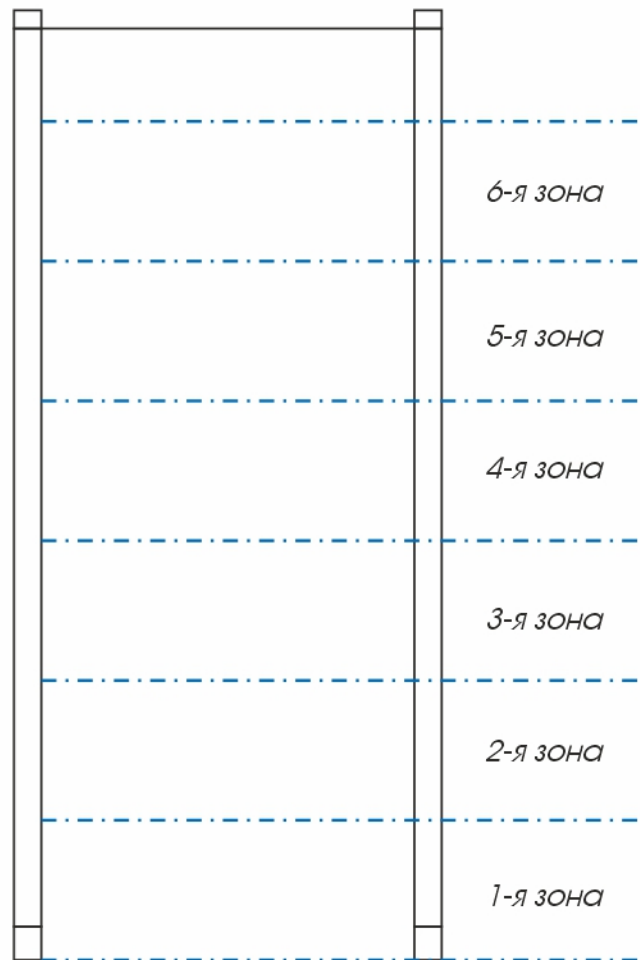

**Рисунок 7.** Настройка длительности сигнала тревоги.
3. После ввода верного пароля следует переход в режим настройки длительности сигнала тревоги: «d-01» означает длительность сигнала 1 секунду, «d-02» - 2 секунды, «d-03» - 3 секунды. Используйте кнопку «РЕГ» для изменения значения длительности сигнала тревоги и кнопку «ВВОД» подтверждения выбранного значения как показано на рис. 7.